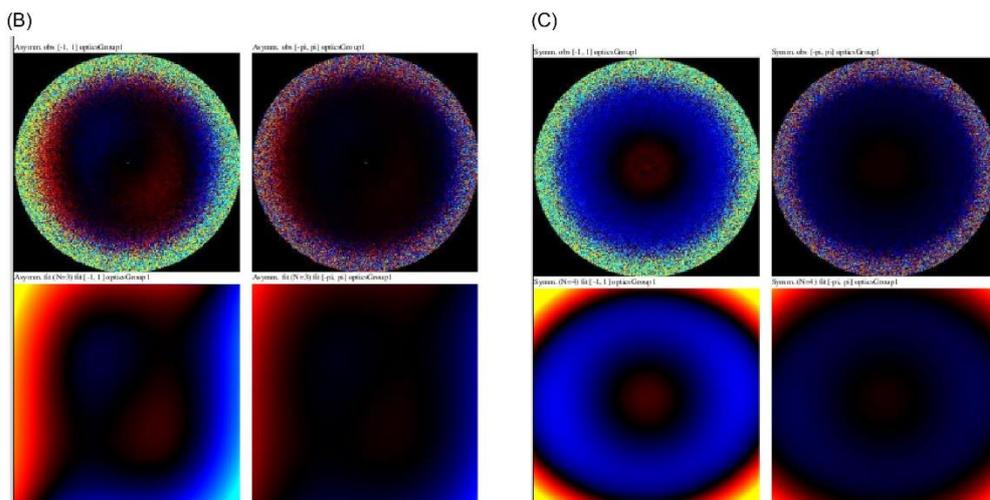

図 8.2 : CTF refinement --- Results after beam tilt refinement
最後にタブ右下の Run! ボタンを押すと計算が始まります。計算後は、図 8.2(A)の Display: logfile.pdf を選択することで、図 8.2(B,C)のグラフ (説明: 文献 3) を見るができます。
8.1~8.3 まで順に操作した最後の粒子画像情報ファイル： particles_ctf_refine.star を使って、6章の3D精密化、7章マスク生成とポスト処理を順に行ってください。正しく計算が終了すると、Postprocess の message ウィンドウ中(図 8.2(A))に分解能として FINAL RESOLUTION: と表示されます。6や7章で計算した分解能とは、異なり大きく改善されていると思います (このテキスト例では、2.7⇒2.3Å分解能へ)。また、準備したマスクがタイトすぎると、phase-randomized マップ由来で計算した FSC 値 (図 8.2(B)中の赤線) が FINAL RESOLUTION のところで 0 近くになることも確認してください。もし 0.1 より大きい場合には、message ウィンドウの下にあるエラーウィンドウ内 (Appendix 図 A.1) に赤字で警告がでます。その場合には、マスクがタイトすぎますので、7.1 の Mask タブ中 Initial binarization threshold の値を下げてください。